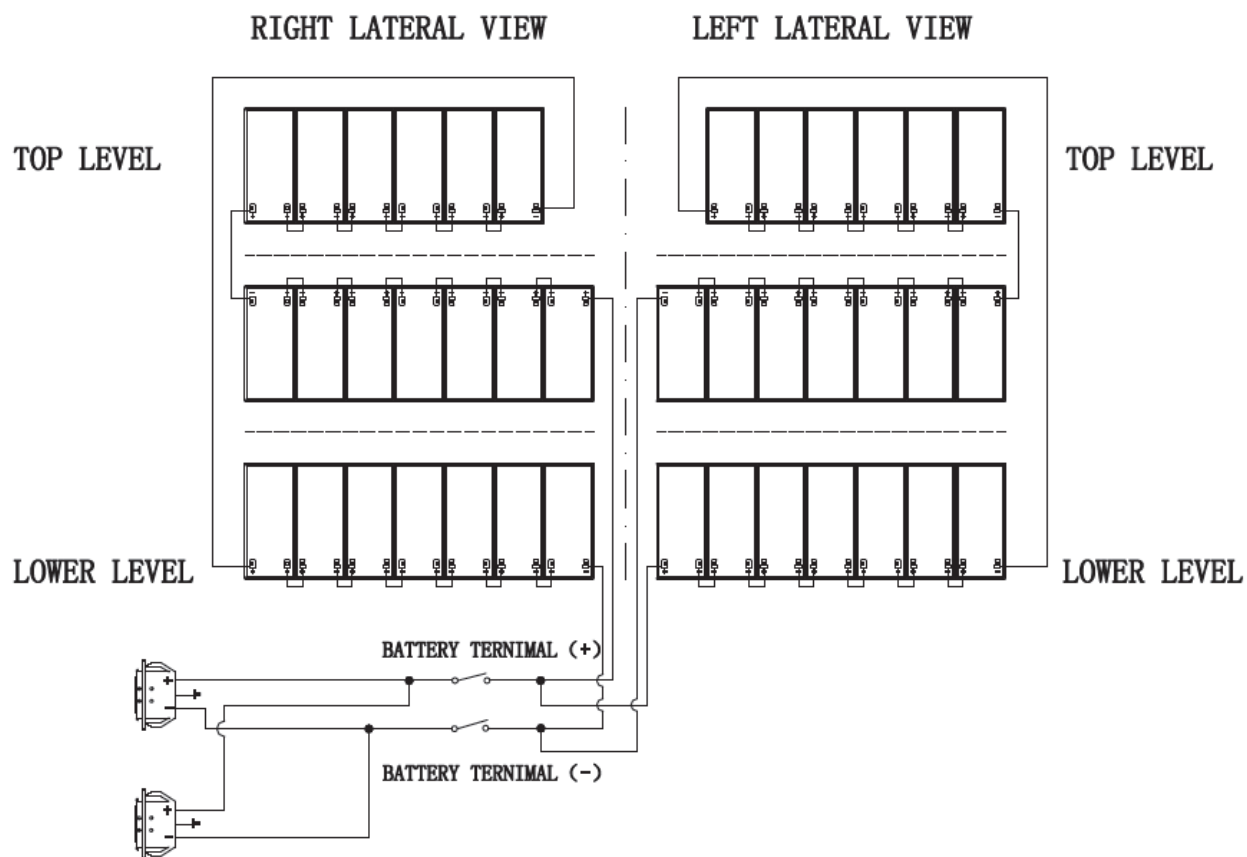

Figure 1 Schéma de câblage de la batterie
26. Vérifiez la polarité. Rebranchez les deux fils négatifs (noirs) de la batterie, un sur le côté droit et un sur le côté gauche. Voir le schéma de câblage de la batterie dans la figure 1 ci-dessous.
27. Vérifiez la polarité. Rebranchez les deux fils positifs (rouges) de la batterie, un sur le côté droit et un sur le côté gauche. Voir le schéma de câblage de la batterie dans la figure 1 ci-dessous.